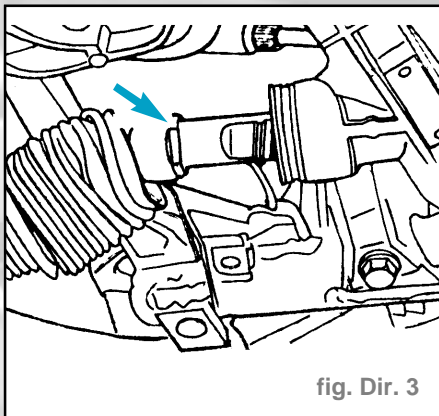

fig. Dir. 3
- Défaire le collier et dégager le soufflet du boîtier de direction. Faire entrer la crémaillère le plus loin possible et dégager l'articulation de la barre d'accouplement (fig. Dir. 3).